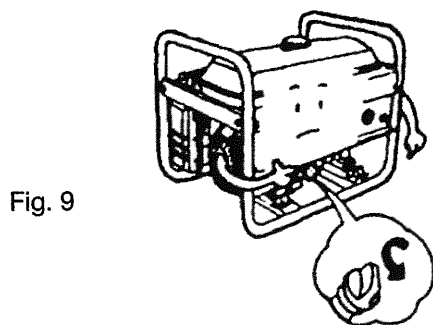

Fig. 9
- Quitar tapón de aceite y limpiar la cala. (Figure 9)